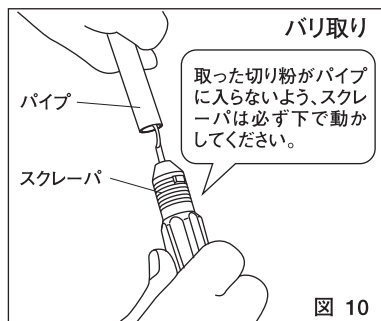

図 10
- ③ 切断面のバリをスクレーパ、リーマ、ヤスリなどで取り除いてください。(図10)